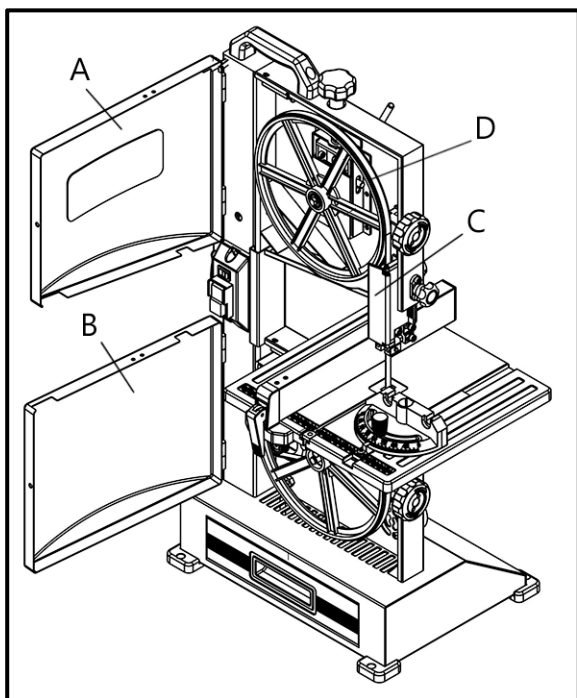
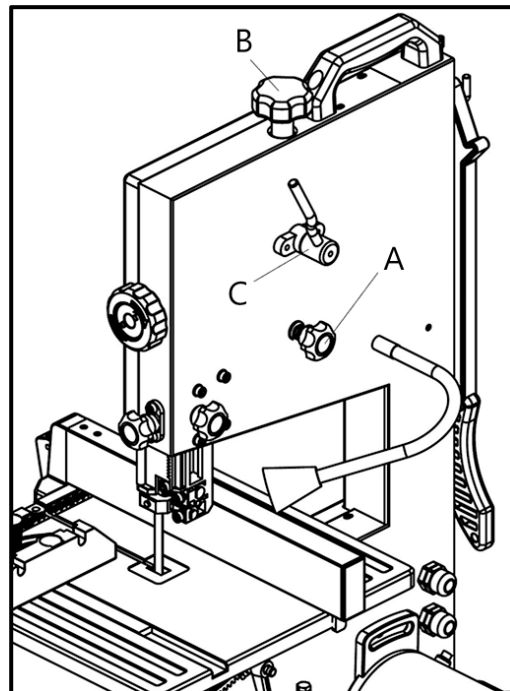

Рисунок 11.
Рисунок 12.
отрегулировать наклон верхнего маховика D (рис. 11).
Ослабьте ручку блокировки С (рис. 12), вручную поворачивайте верхний маховик D (рис. 11),
осторожно, не касаясь пильного полотна. Поворачивайте ручку регулировки А (рис. 12) по
После регулировки затяните фиксирующую ручку С (рис. 12) и закройте крышки А и В (рис. 11).
Полностью поднимите верхнюю направляющую пильного полотна. Принимая во внимание ширину пильного полотна, вращайте ручку В, чтобы отрегулировать натяжение (рис. 12).
- Откройте верхнюю и нижнюю крышки (рис. 11).
- Ослабьте ручку быстрого доступа С (рис. 12).
- Закройте верхнюю и нижнюю крышки А и В (рис. 11). Закройте крышку верхней направляющей С.